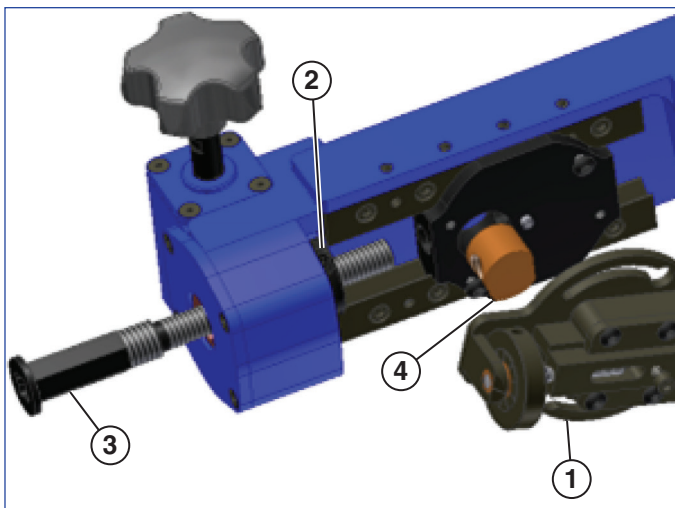

Abb. 6
4. Mit QuickFace werden zwei Vorschubspindeln geliefert. Verwenden Sie bei gewünschter Oberflächenbearbeitung von 125 - 250 Mikrozoll (3,18 - 6,35 mm) die 1/2 - 11 Vorschubspindel. Verwenden Sie bei gewünschter Oberflächenbearbeitung von 60 - 100 Mikrozoll (1,52 - 2,54 mm) die 1/2 - 20 Vorschubspindel. Siehe Abb. 6.